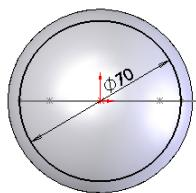

图 6-90 绘制的草图
**16** 绘制草图。单击“草图”工具栏中的“圆”图标按钮 ，以原点为圆心绘制直径为 70 的圆，结果如图 6-90 所示，然后退出草图绘制状态。